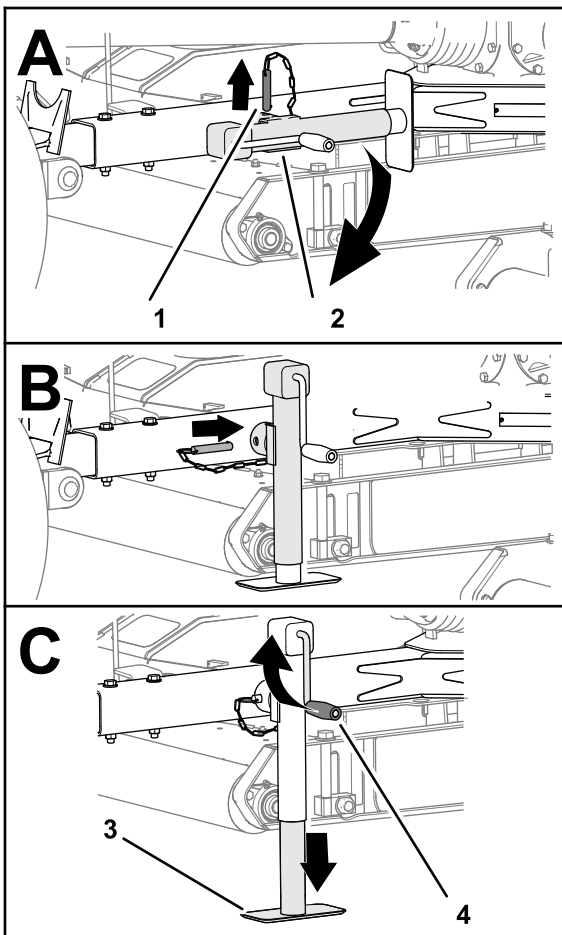

Bild 23
- Entfernen Sie den Stift und schwenken Sie den Deichselheber nach unten (Bild 23).
4. Fluchten Sie das Loch in der Deichsel mit dem Loch im Deichselheber aus (Bild 23).
5. Stecken Sie den Stift durch das Loch in der Deichsel und den Deichselheber (Bild 23).
2. Drehen Sie die Deichselheberkurbel, um das Ständer vollständig anzuheben; siehe Bild 23 in Verwendung des Deichselhebbers \(Seite 17\).